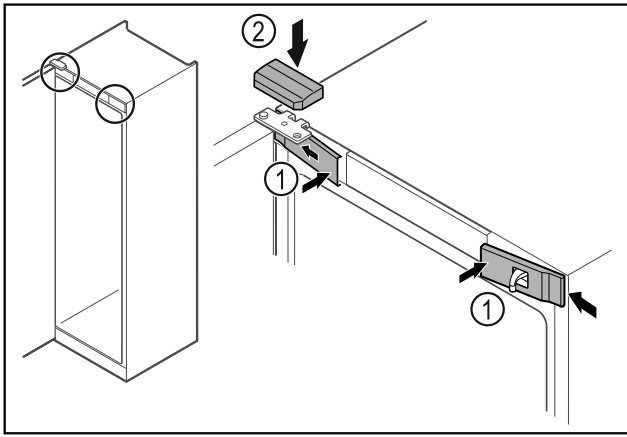

Fig. 52
- ▶ Enganchar las cubiertas delanteras Fig. 52 (1) lateralmente y encajarlas.
- ▶ Encajar la cubierta superior Fig. 52 (2) desde arriba.